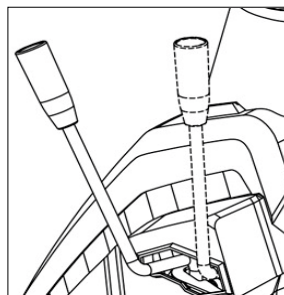

Рис. 33
- Переведите рычаг сцепления ножа в положение Б — включено (рис.33).